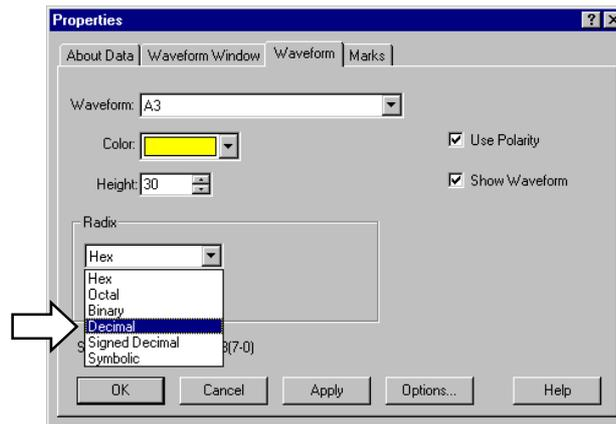

図 2-29 : [Properties]プロパティ
4. 図 2-29 の[Waveform]タブの[Radix]ドロップ・ダウン・リスト・ボックスにて選択します。ここでは[Decimal]を選択しています。